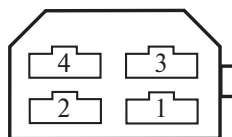

Рис. 2.8
**ЗЕЛЕНЫЙ ПРОВОД** подключается к контактам датчика скорости, рис. 2.8.